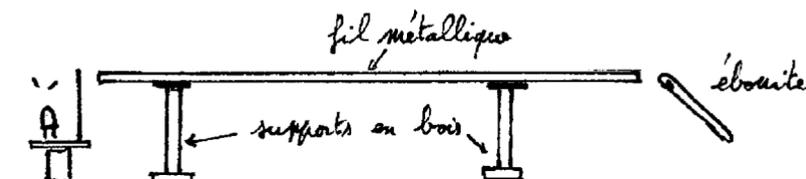

Figure 4
– Placer sur des supports en bois (par exemple, ceux des tubes à essai) un gros fil métallique (aluminium par exemple) dont la longueur est supérieure à cette distance limite (cela peut dépasser les 50 cm !); l'une des extrémités du fil étant très proche de l'antenne, mais sans être en contact, approcher le bâton d'ébonite chargé de l'autre extrémité (sans y toucher, au moins dans un premier temps) : la diode brille brièvement, détectant ainsi un excédent de charges négatives à l'extrémité du fil. (figure 4).